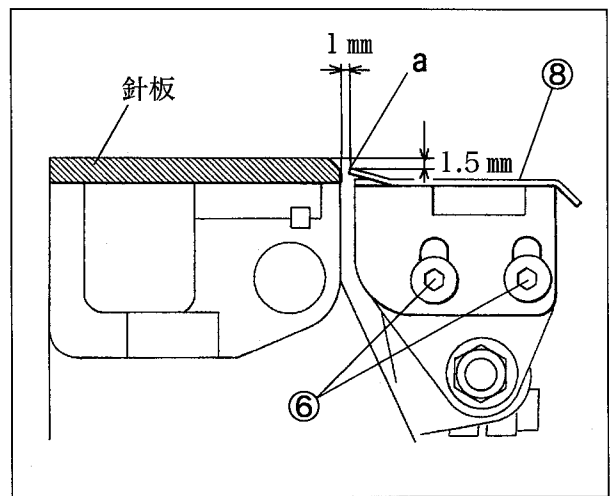

図9
- (5) 定規⑦をセットしたとき、布ガイド取付板⑧の先端“a”と針板とのすき間が約1mmになるように止ネジ⑨を緩め、ストッパ⑩で調節する。調節後、止ネジ⑨を締め付ける。(図9,10)
- (6) 布ガイド取付板⑧を支えるように支エ板⑪をミシンのシリンダ部⑫に取り付ける。布ガイド取付板⑧を左右に動かしたとき、水平に動くように止ネジ⑬を緩めて支エ板⑪を調節する。調節後、止ネジ⑬を締め付ける。